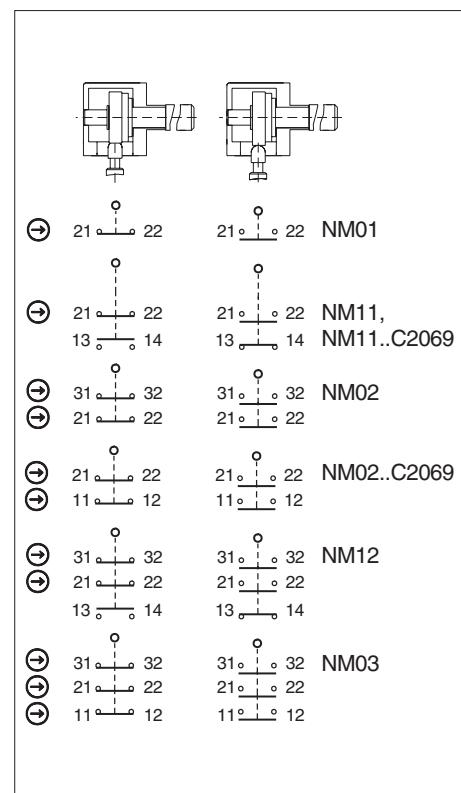

Figure 3 : Éléments de commutation et fonctions de commutation
Utiliser au moins un contact (⊖). Celui-ci signale la position du protecteur (affectation des contacts, voir Figure 3).
3. Effectuer le raccordement et serrer les bornes au couple de 0,5 Nm (affectation des contacts, voir Figure 3).